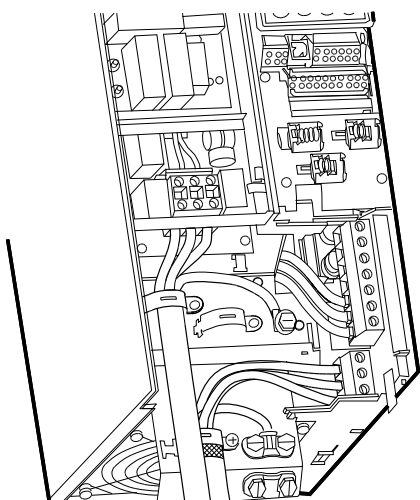

Fig. 16 Branchements secteur et moteur, B3
1. Brancher le conducteur de mise à terre à la borne 95 (PE). Voir fig. 16 et 17.
1. Brancher le conducteur de mise à terre à la borne 99 (PE). Voir fig. 16 et 17.
2. Brancher les conducteurs moteur aux bornes 96 (U), 97 (V), 98 (W).